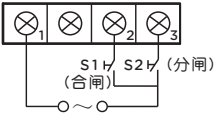

图4a CD型电动操作机构接线图
- 断路器RDM1-80、125、250电动操作机构可提供CD型和CD2型；RDM1-400、630、800仅提供CD2型；断路器安装电操后的总高度见表12；电操接线图见图4a和4b；